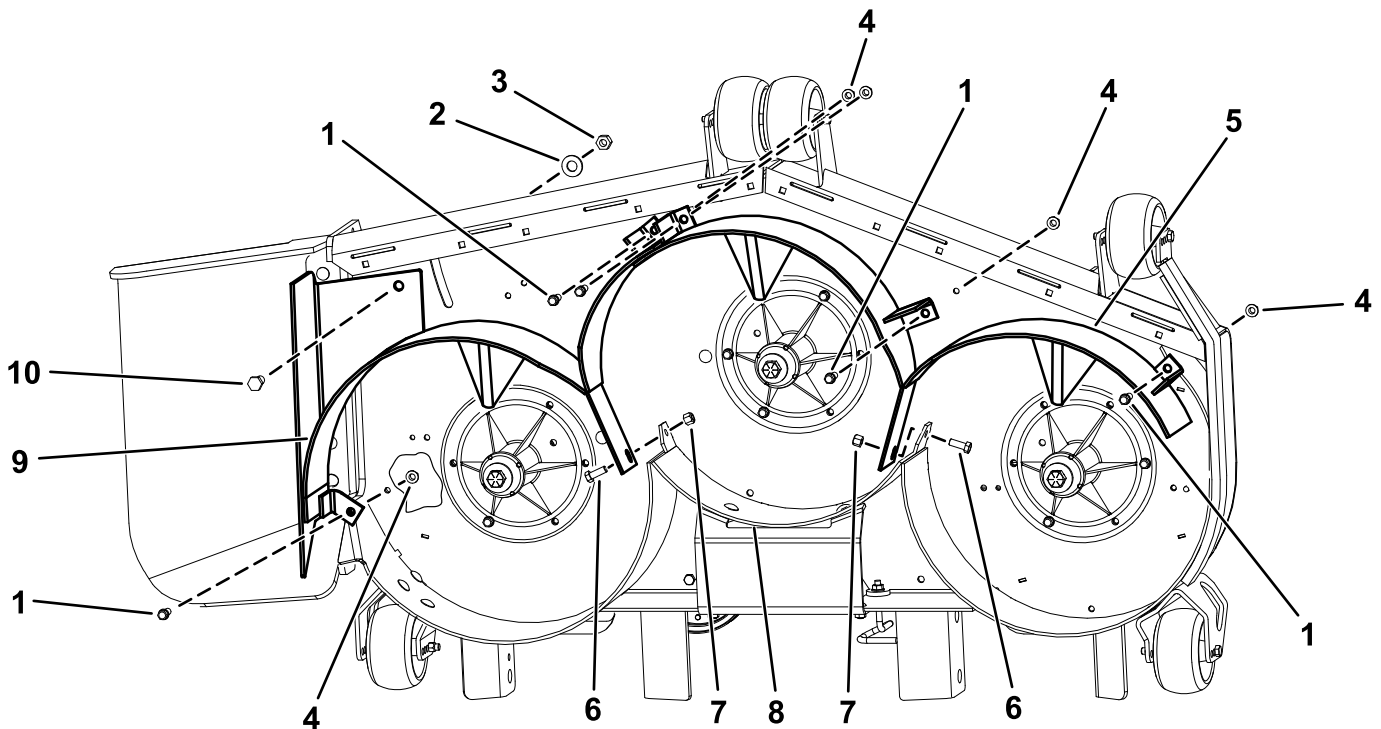

Bild 2
1. Montieren Sie das rechte Ablenkblech am Mähwerk (**Bild 2**).
2. Befestigen Sie das rechte Ablenkblech mit einer Schraube ($\frac{1}{2}$ " x 1"), zwei Blechschrauben ($\frac{3}{8}$ " x 1"), einer Mutter ($\frac{1}{2}$ "), einer Unterlegscheibe ($\frac{1}{2}$ ") und zwei Bundmuttern ($\frac{3}{8}$ ") lose an der Oberseite des Mähwerks, wie in **Bild 2** dargestellt.
3. Befestigen Sie das rechte Ablenkblech mit einer Schraube ($\frac{3}{8}$ " x 1") und einer Mutter ($\frac{3}{8}$ ") am hinteren Ablenkblech, wie in **Bild 2** dargestellt.
4. Montieren Sie das linke Ablenkblech am Mähwerk (**Bild 2**).
5. Befestigen Sie das linke Ablenkblech mit drei Blechschrauben ($\frac{3}{8}$ " x 1") und drei Bundmuttern ($\frac{3}{8}$ ") lose an der Oberseite des Mähwerks, wie in **Bild 2** dargestellt.
6. Befestigen Sie das linke Ablenkblech mit einer Schraube ($\frac{3}{8}$ " x 1") und einer Mutter ($\frac{3}{8}$ ") am hinteren Ablenkblech, wie in **Bild 2** dargestellt.